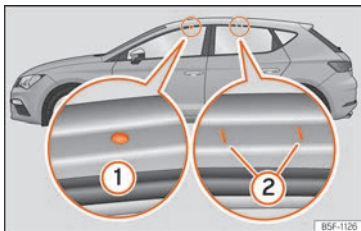

Fig. 195 Leon: puntos de fijación de las barras longitudinales para el portaequipajes del techo.
Los puntos de fijación delanteros y traseros ① y ② sólo pueden verse con las puertas abiertas »» fig. 195.